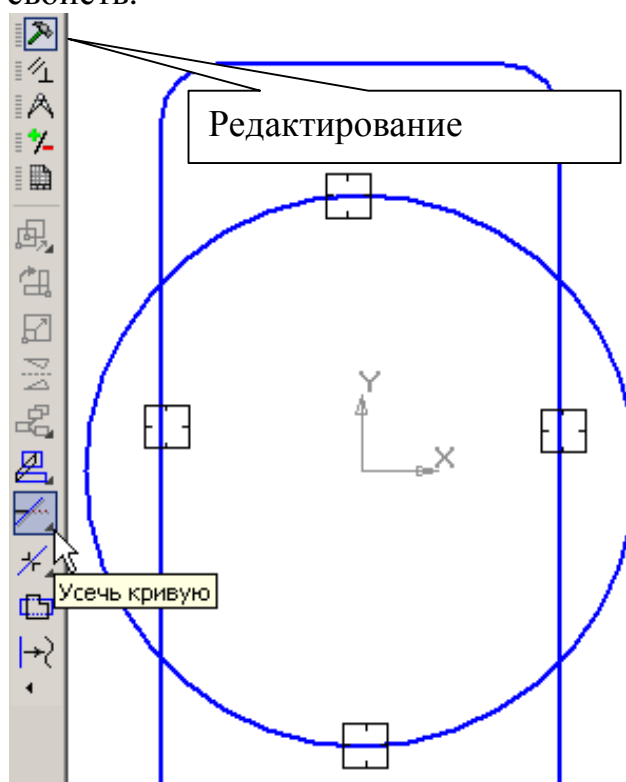

Рис. 100
3. Самостоятельно постройте окружность: основной линией без осей, с центром в начале координат, радиусом 80 мм, рис. 100.
4. Для удаления лишних линий на панели **Редактирование**  (рис. 100) сделайте активной команду **Усечь кривую** . Щелкните на лишних участках линий левой кнопкой мыши, рис. 100. Лишние линии будут удалены.